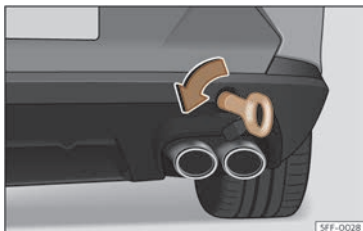

Fig. 212 Du côté droit du pare-chocs arrière : œillet de remorquage vissé.
- Vissez l'œillet de remorquage dans le logement en le faisant tourner au maximum **dans le sens inverse des aiguilles d'une montre** >>> **fig. 212** , >>> ①. Utilisez un objet approprié pour visser fermement et entièrement l'œillet de remorquage dans son logement.